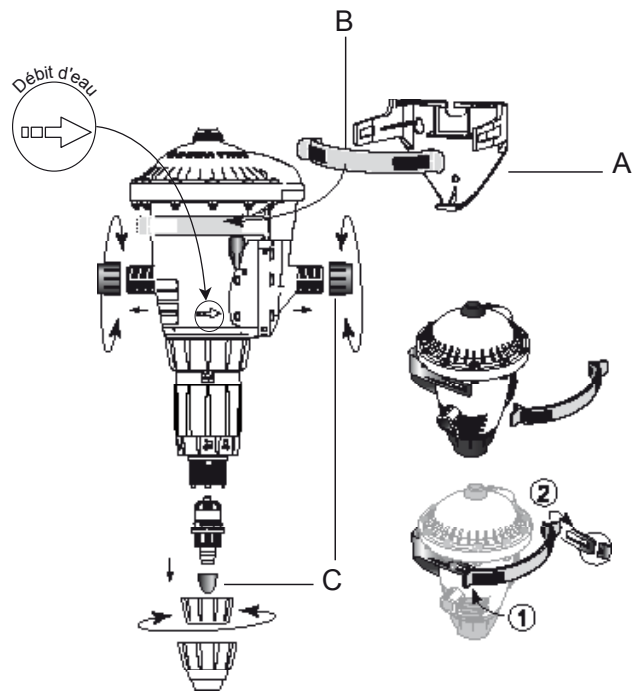

Fig. 1
- un support mural (**Fig. 1-A**) et une sangle (**Fig. 1-B**),
Enlever les bouchons de protection (**Fig. 1-C**) qui obturent les orifices de votre DOSATRON avant de le raccorder sur le réseau d'eau.